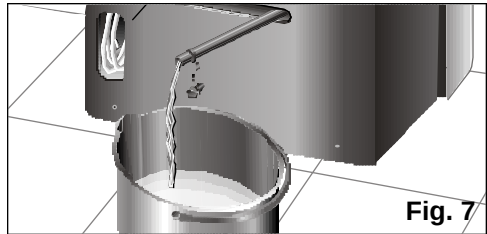

Fig. 7
- ❑ Voor u het apparaat verplaatst, moet het condensatiewater dat zich in het interne depot bevindt verwijderd worden, door de afvoerbuis uit zijn houder te halen en de dop, **Fig. 7**, te demonteren, om het water te lozen. Als het depot leeg is, moet u niet vergeten de dop weer op zijn plaats en de buis in de houder terug te zetten.
Als de vochtigheidsgraad erg hoog is, zal het apparaat condensatie water opslaan in het interne depot. Als dit een bepaald niveau bereikt, gaat het lampje, **Fig. 3**, dat aangeeft dat het depot vol loopt, branden en dit moet dan gelegegd worden. In dat geval koelt het apparaat niet meer, zoals uitgelegd is in "Voorwaarden van het transport", **Fig. 7**.